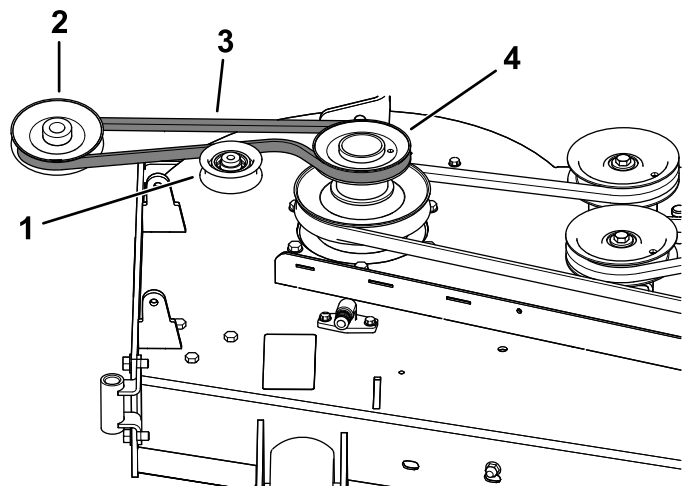
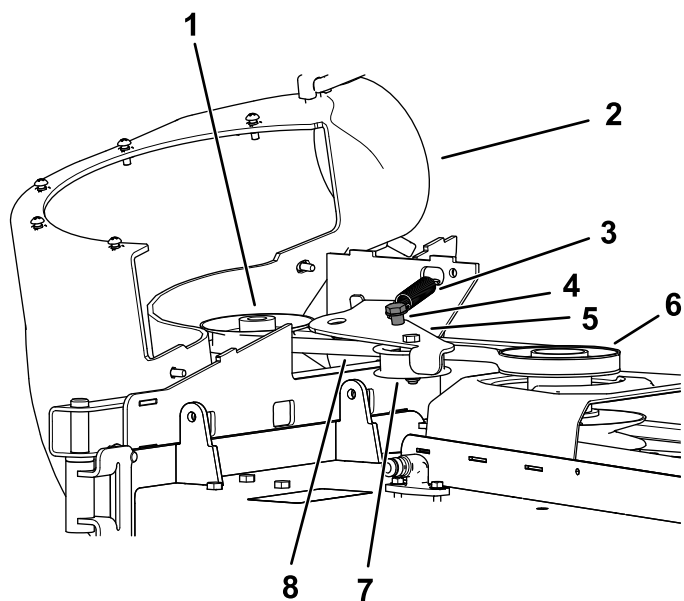

Figure 26
Figure 27
1. Si nécessaire, installez la courroie sur la poulie de ventilateur (Figure 26).
1. Chaussez la courroie sur la poulie de ventilateur (Figure 26 et Figure 27) ; voir 11 Montage du ventilateur (page 16).
- Tirez sur la poulie de tension rappelée par ressort pour l'éloigner de l'ergot fixe et chaussez la courroie sur la poulie du plateau de coupe (Figure 27).
- Acheminez la courroie autour de la poulie d'entraînement, comme illustré à la Figure 26 et la Figure 27.